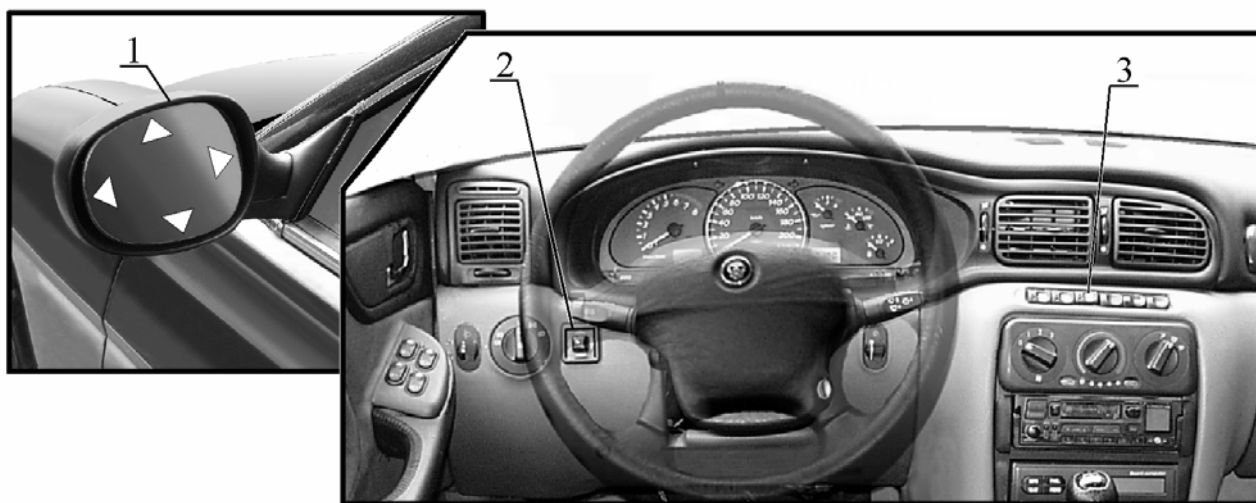

Рис. 1. Зеркала заднего вида и органы их управления:
5.1. Проверить работу зеркала 1 (рис. 1) заднего вида